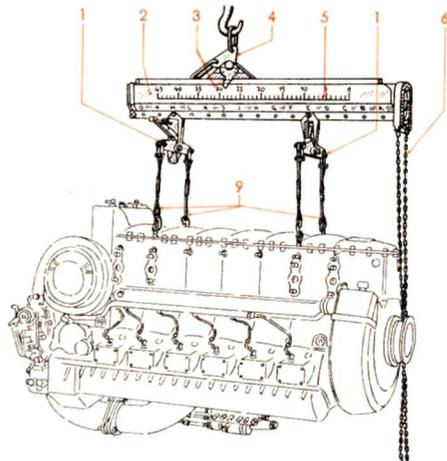

Abb. 16 Hissen des Motors
Soll der Motor [Abb. 16] allein ohne Triebwerksgerüst und -Verkleidung gehißt werden, so ist an Stelle der Seilschlaufe ein zweiter Querträger (1) in den Längsträger (2) einzusetzen. Die Daten der Einstellung des Hißpunktes (4) und der Querträger (1) sind dann 28 EM für Jumo 211-B-Motor.